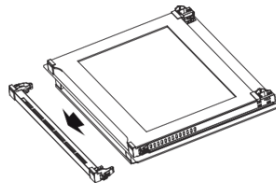

Figure 4
- Tirez la partie supérieure du cadre de porte dans votre direction (figure 4).